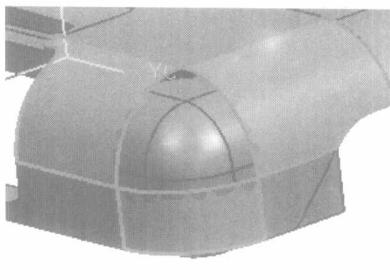

图 2-2 圆角丢失或反向
- (1) 3 边或多边的圆角交点处的圆角面丢失或球面反向，如图 2-2 所示。